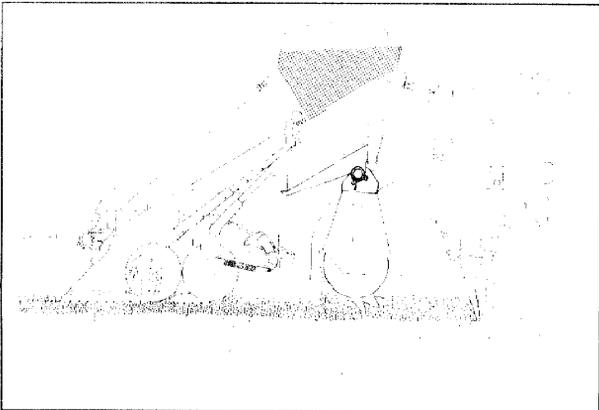

Fig. 6
- **Cultimix AMAZONE** combiné avec semoir Portasem AD 2 avec Rollsocks (fig. 6) : travail sur labour ou pseudo-labour par chisel en tous terrains (même très argileux ou pierreux), en absence ou faible présence de déchets organiques en surface.